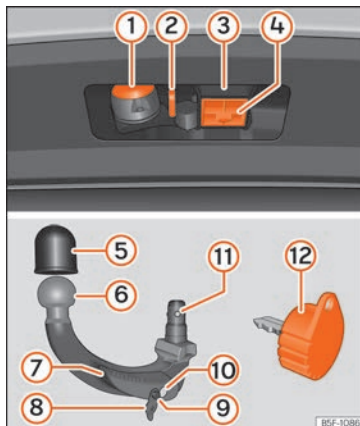

Abb. 251 Halterung der Anhängervorrichtung / abnehmbarer Kugelkopf / Schlüssel
Legende zu »» **Abb. 251**
- Den Verschlussdeckel der Hakenaufnahme (4) » Abb. 251 nach unten abnehmen.